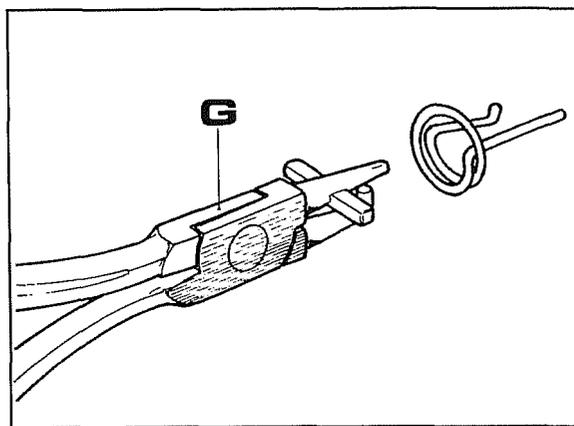

Fig. 14
- Para volver a montar mejor el resorte **R** fig. 8 usar la herramienta **G** fig. 14.